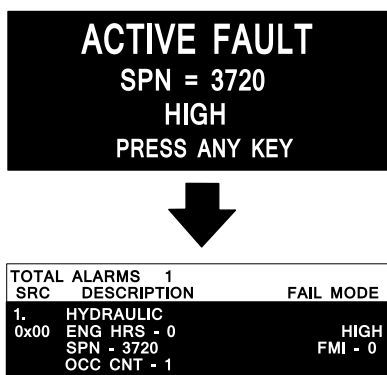

Рисунок 48
- Предупреждение о двигателе SPN 3720, FMI 16 (Рисунок 48)